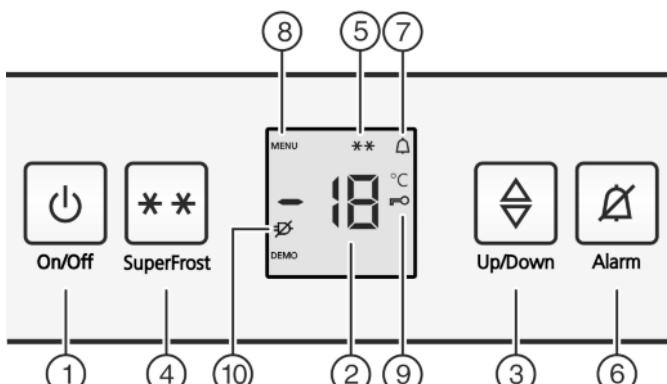

Fig. 2
► нажмите и отпустите кнопку "On/Off" Fig. 2 (1).
- Нажать кнопку On/Off Fig. 2 (1).
- Активация режима настройки: Нажмите кнопку SuperFrost Fig. 2 (4) и удерживайте ее прим. 5 секунд.
- ▷ На индикаторе будет отображаться символ «Меню» Fig. 2 (8).
- Для подтверждения нажать и отпустить кнопку «SuperFrost» Fig. 2 (4).
- ▷ На индикаторе горит символ «Защита от детей» Fig. 2 (9).
- ▷ Символ «Защита от детей» Fig. 2 (9) гаснет.
- Нажмите кнопку Alarm Fig. 2 (6).
Одновременно мигает индикация температуры и символ тревоги Fig. 2 (7).
Звуковой сигнал выключается автоматически, символ аварийного сигнала Fig. 2 (7) выключается и индикатор температуры перестает мигать, если температура снова становится достаточно низкой.
- Нажмите кнопку *Alarm* Fig. 2 (6).